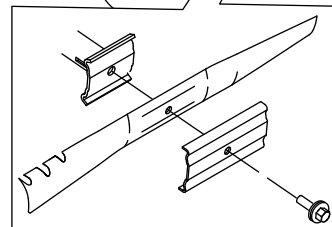

Figura 53
5. Instale la cuchilla nueva y todos los herrajes de montaje (Figura 53).